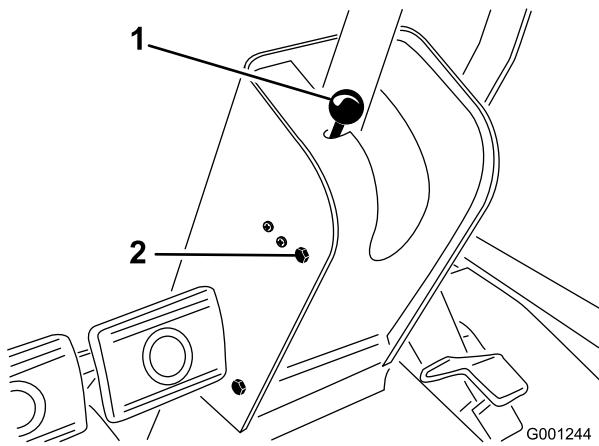

Figura 68
1. Retire el pomo de la varilla del freno de estacionamiento y retire los tornillos de la cubierta de la columna de dirección (Figura 68).